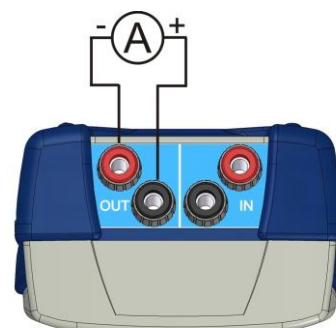

Figura 32 - Conexão para sensor tipo XTR com fonte INTERNA, de 0 a 25 mAdc
**OBS.:** Para simulação em modo XTR, conforme figura 32, alimentar o elemento a ser simulado com 24 Vdc através do borne negativo (preto) da saída do G-400 e controlar a corrente de simulação pelo borne positivo (vermelho) da saída do G-400.